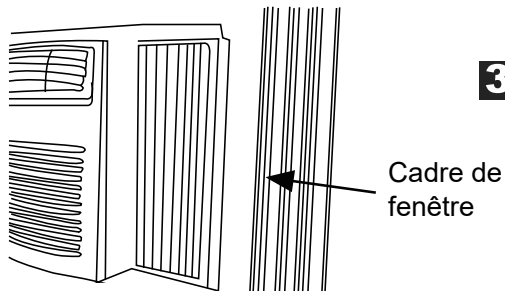

Fig.6
REMARQUE: Vérifiez que le climatiseur est incliné vers l'arrière sur H (Fig.6) (incliné de 3° à 4° vers le bas à l'extérieur). Après installation correcte, le condensat ne doit pas s'écouler de l'orifice d'évacuation de trop-plein durant l'utilisation normale, corriger la pente contraire.
- 3** Étendre le panneau du côté vers le cadre de la fenêtre (Fig.6)